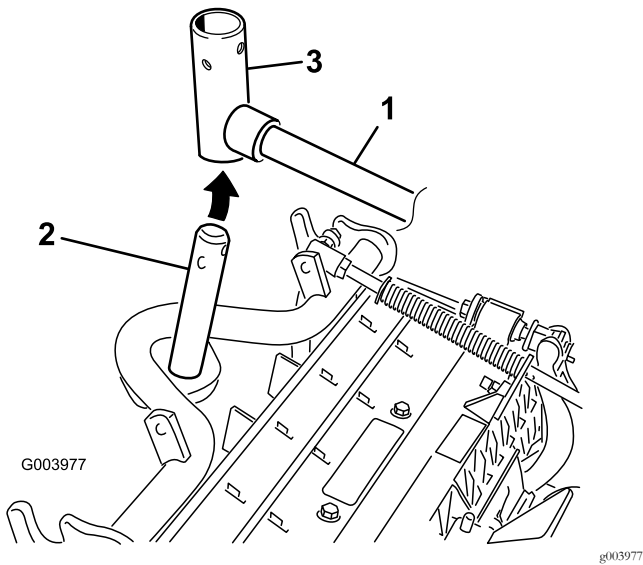

図 7
7. フロントに取り付けるカッティングユニットは、昇降アームの下に入れるときにキャリアフレームのシャフトを昇降アームのピボットヨークに挿入する 図 7。
B. 昇降アームのヨークをキャリアフレームのシャフトに通す(図 7)。